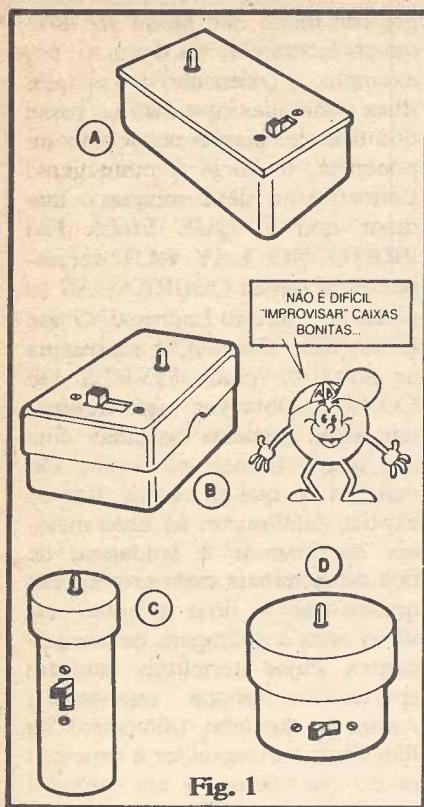
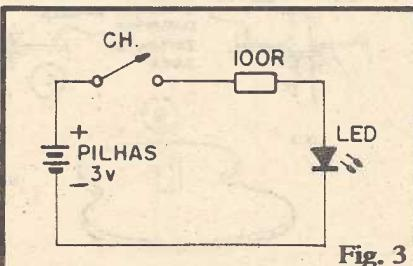

Fig. 1
Fig. 3
Na fig. 1 temos alguns bons exemplos desses "aproveitamentos" e improvisos (todos com bom resultado final...): em 1-A uma caixa para alimentos (tipo "tuper") adquirível em super-mercados ou casas de artigos domésticos; em 1-B uma simples saboneteira plástica (baixíssimo preço, encontrável num "monte" de casas que vendem "quinquilharias" domésticas). Em 1-C e 1-D, sugestões para o aproveitamento de embalagens vazias de cosméticos ou medicamentos...
- **FIG. 3** - Esquema do circuito a ser implementado. Trata-se, obviamente, de uma "caquinha": um LED, protegido pelo devido resistor/limitador, que acende, energizado por um par de pilhas, ao ser ligado um interruptor simples. Essa absoluta simplicidade tem como motivo facilitar o entendimento "visual" ao Leitor/Aluno que ainda não tem a menor idéia de como é esse "negócio" de Circuito Impresso. Na prática, a técnica vale justamente para os circuitos mais complexos (uma vez que montagens simples, como a esquematizada na fig. 1, podem perfeitamente ser realizadas sob técnicas mais rudimentares...).